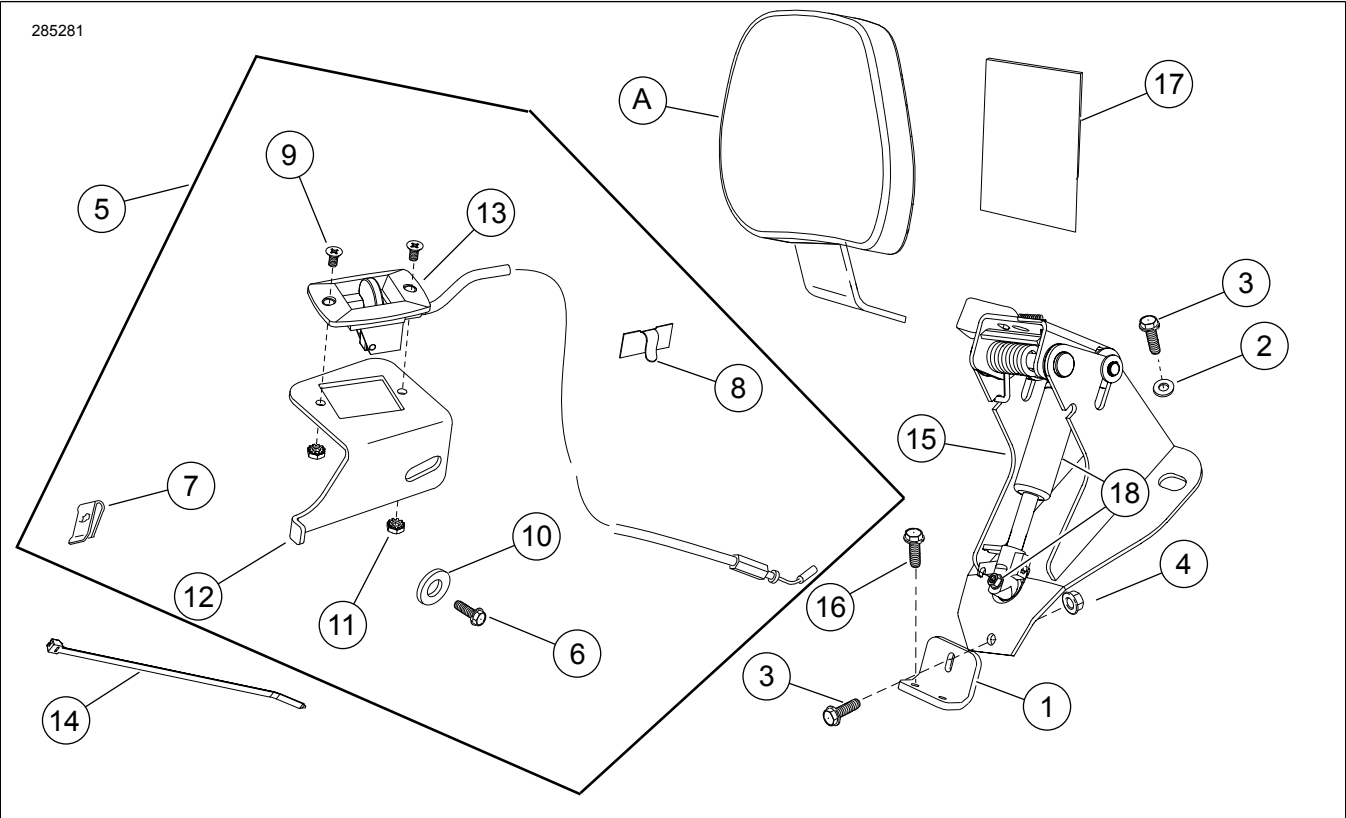

Figura 9. Peças de reposição: Kit de ferragens de montagem do encosto do motociclista ajustável FL
Veja Figura 9 e Tabela 1.
7. Veja a figura 9. Monte a alça do atuador com cabo (13) no suporte da alça do atuador (12) com os parafusos (9) e porcas de travamento (11).
11. Veja a figura 9. Obtenha a presilha com adesivo (8) do kit. Limpe a área lisa do suporte da alça de ajuste no local aproximado em que a presilha da haste do fio da vela de ignição foi removida usando álcool isopropílico. Prenda a presilha ao suporte e passe o fio da vela de ignição e o tubo evaporador (se equipado) pela presilha. Dobre a presilha para baixo a fim de prender firmemente o fio e/ou tubo.
4. Veja a figura 9. Pegue o protetor do assento (17).